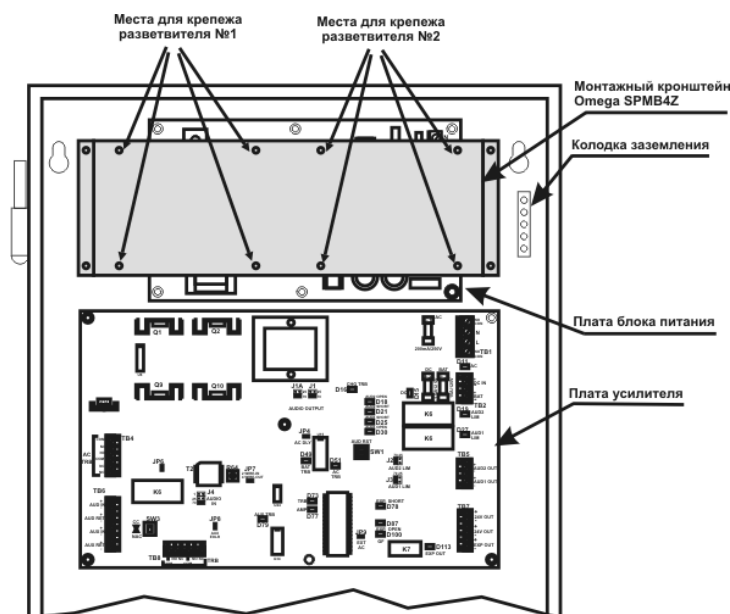

Рис.2 Схема установки монтажного кронштейна Omega SPMB4Z и разветвителей Omega SP4-RZ в усилителе Omega SPB-160.
На Рис.2 показано расположение разветвителей Omega SP4-RZ на монтажном кронштейне Omega SPMB4Z (монтажный кронштейн поставляется отдельно).
- Установите монтажный кронштейн Omega SPMB4Z внутри усилителя Omega SPB-160 как показано на Рис.2.